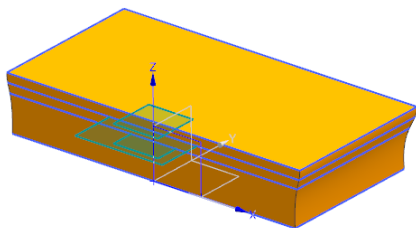

图 3-36 创建通过曲线组特征
(2) 选择前面绘制的 4 个草图为截面, 每选择一个草图单击“添加新集”按钮  或鼠标右键确认, 在“对齐”选项组中勾选“保留形状”复选框, 设置“体类型”为“实体”。
(3) 在“通过曲线组”对话框中, 单击  按钮, 如图 3-36 所示。